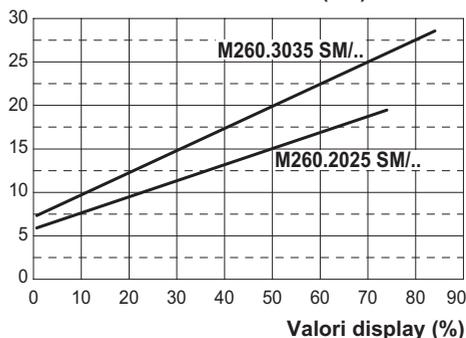
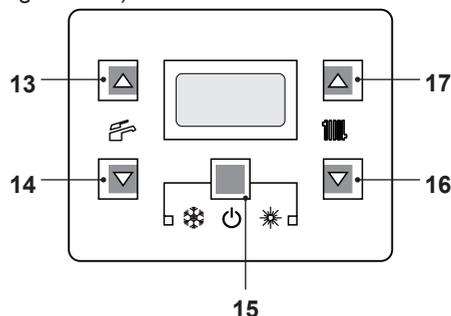
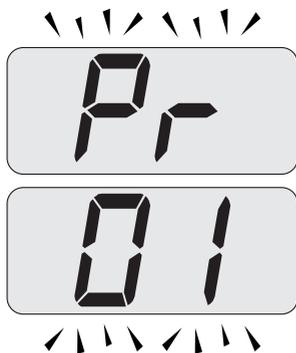
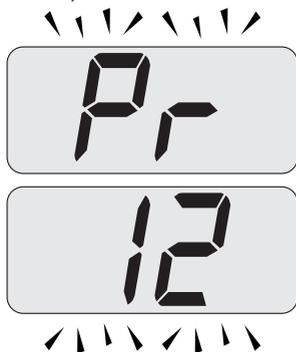

Figura 7.9
Figura 7.13
Figura 7.14
Figura 7.15
Il grafico in Figura 7.9 rappresenta come varia la potenza utile della caldaia in riscaldamento al variare del valore impostato nella scheda comando.
- Entrare in "modalità programmazione" premendo contemporaneamente per 10 secondi i tasti 15 - 16 - 17 (Figura 7.13) fino a far apparire sul display LCD le lettere **Pr** che si alternano con il codice **01**, indicanti l'entrata nel "parametro 01" (Figura 7.14).
- Scorrere i vari parametri utilizzando i tasti 16 o 17 fino a far apparire sul display LCD le lettere **Pr** che si alternano con il codice **12**, indicanti l'entrata nel "parametro 12" (Figura 7.15).
- Premere contemporaneamente i tasti 15 e 17 (Figura 7.13) fino a far apparire sul display LCD il valore del parametro 12 (Figura 7.16) (74=M260.2025 SM/M o 84=M260.3035 SM/M).
- Utilizzando i tasti 16 o 17 (Figura 7.13) è possibile modificare il valore del parametro 12 (riferirsi al grafico Figura 7.9 per determinare il valore corretto in funzione della potenza utile di riscaldamento).
- Premendo il tasto 15 (Figura 7.13) si ottiene la conferma del valore inserito.
- Premendo contemporaneamente i tasti 15 e 16 (Figura 7.13) si esce senza modificare il valore (ritorno alla lista parametri Figura 7.15)
- Premendo contemporaneamente per 10 secondi i tasti 15 - 16 - 17 (Figura 7.13) si esce dalla "modalità programmazione".